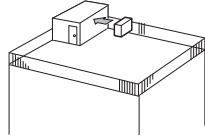

Fig. 2-3
① Richten Sie die Luftaustrittsöffnung mit einem Abstand von etwa 35 cm auf die nächstgelegene Wand aus. (Fig. 2-3)